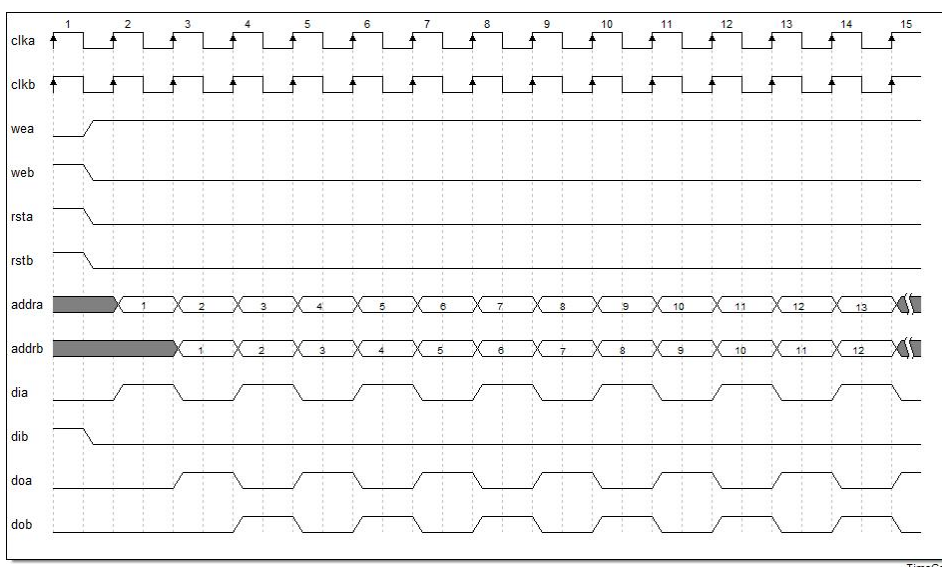

图 27 双口模式时序参考图
2. 双口模式 (Dual Port RAM) 时序图，图 27 为根据上述双口模式配置的时序参考图。